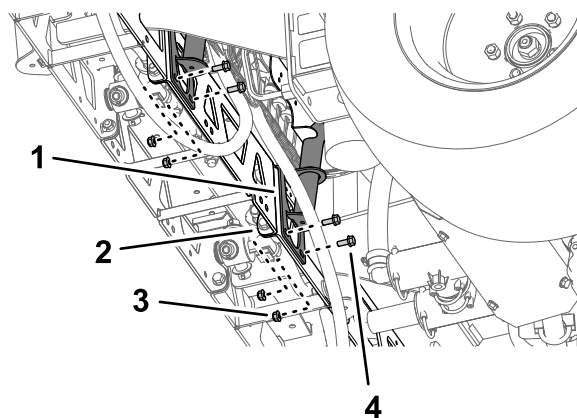
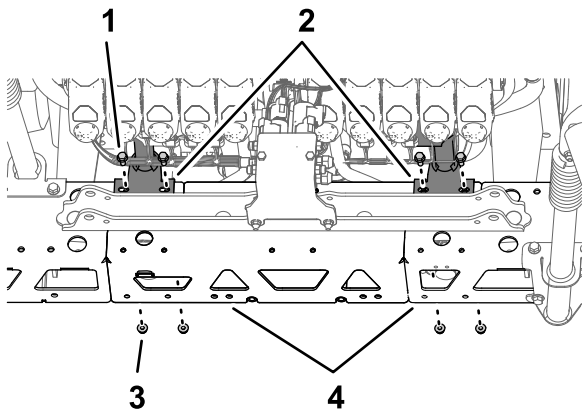

Figura 109
Figura 110
- Alinhe os orifícios no suporte de montagem da montagem da válvula com os orifícios na estrutura da armação da secção de pulverização central (Figura 109).
- Monte a montagem da válvula na estrutura da armação (Figura 109 e Figura 110) com quatro parafusos (5/16 pol. x 3/4 pol.) e quatro porcas de bloqueio flangeadas (5/16 pol.).